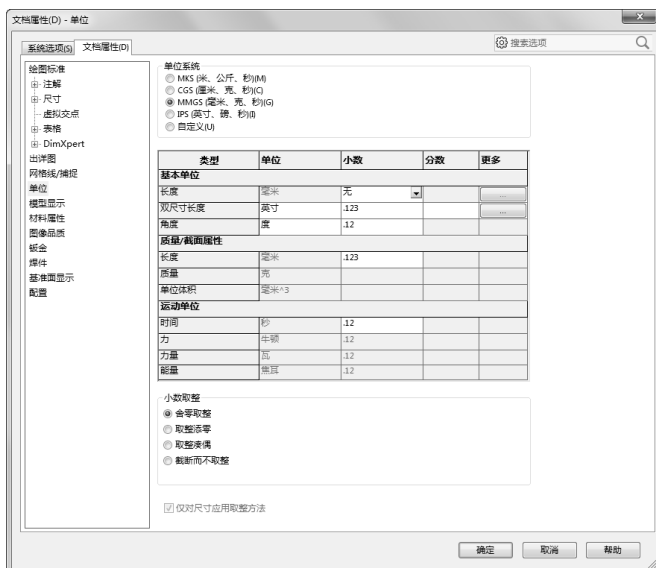

图 1-24 选择“单位”选项
- 2) 系统弹出“系统选项-单位”对话框，单击该对话框中的“文档属性”选项卡，然后在左侧列表框中选择“单位”选项，如图 1-24 所示。